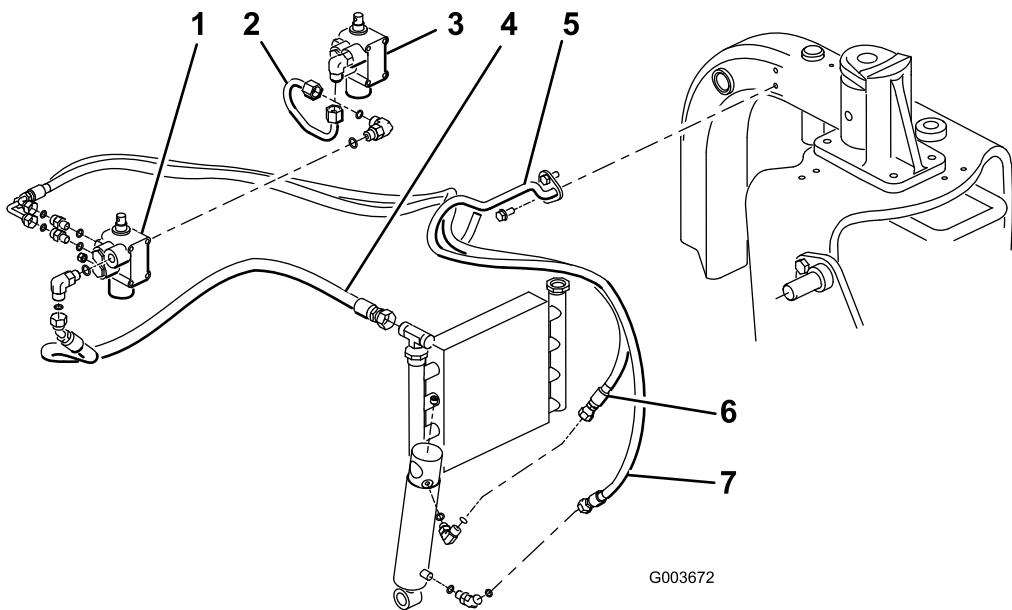

Figura 14
Nota: Per ridurre al minimo la perdita d'olio durante la rimozione del tubo idraulico, tenere pronto il flessibile di ricambio o chiudere il raccordo sul radiatore utilizzando uno dei tappi protettivi rimossi dal gruppo tubo, codice N. 108-8447 (Figura 14).
- Collegare il gruppo tubi, n. comp. 108-8447, al raccordo a 90° sul lato sinistro della nuova valvola e il raccordo vuoto sulla valvola di sollevamento esistente (Figura 14).
- Collegare l'estremità del raccordo a 45° del flessibile idraulico, n. comp. 108-8449, al raccordo a 90° sul lato destro della valvola e l'estremità diritta del flessibile al raccordo del radiatore dell'olio vuoto (Figura 14). Ved. Figura 15 e Figura 16 per la posa dei tubi.
- Montare il supporto del tubo sul tubo del telaio sinistro con 2 viti autofilettanti (5/16 x 3/4 pollici) (Figura 14).
- Collegare l'estremità corta del raccordo a 90 gradi del flessibile idraulico, codice N. 108-8453, al raccordo diritto superiore sul retro della valvola. Posare il tubo facendolo passare attraverso il supporto e collegare l'estremità diritta del flessibile al raccordo del cilindro idraulico superiore (Figura 14). Ved. Figura 15 e Figura 16 per la posa dei tubi.
l'estremità diritta del flessibile al raccordo del cilindro idraulico inferiore (Figura 14). Ved. Figura 15 e Figura 16 per la posa dei tubi. Accertarsi che i tubi siano posati lontano da componenti appuntiti, caldi o mobili.